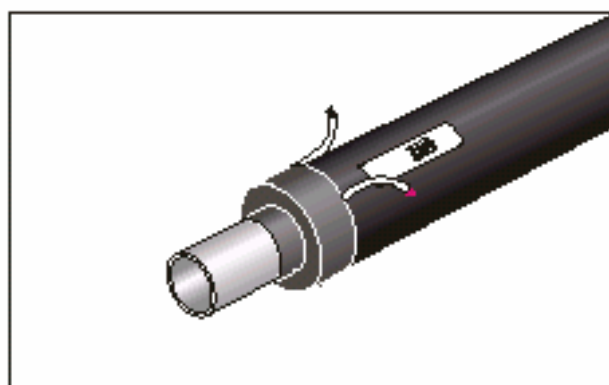

рис.22
3.6.5 Перед монтажем одно/двороз'ємної коробки (А-2-02/03) – на закінченнях попередньоізолюваних труб встановити кінцеві рукави, проводи СДКМ вивести назовні в ізоляційній трубці (рис.22)